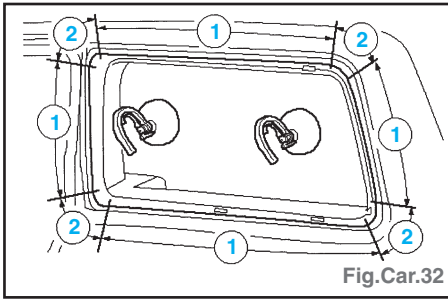

Fig.Car.32
- De l'intérieur du véhicule, couper l'adhésif **PU** en respectant les profondeurs maximales indiquées (Fig.Car.32).